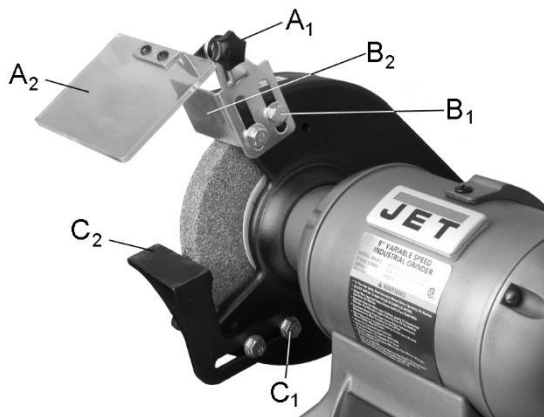

Abb. 7-1: Sichtschutzeinstellung
- Lösen Sie den Feststellknopf (A₁, Abbildung 7-1).
Siehe Abb. 7-1.